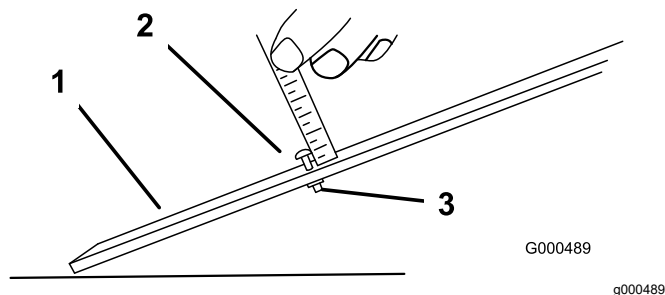

Figura 8
1. Allentate il dado sulla barra di misura e posizionate la vite di regolazione all'altezza di taglio opportuna (**Figura 8**).